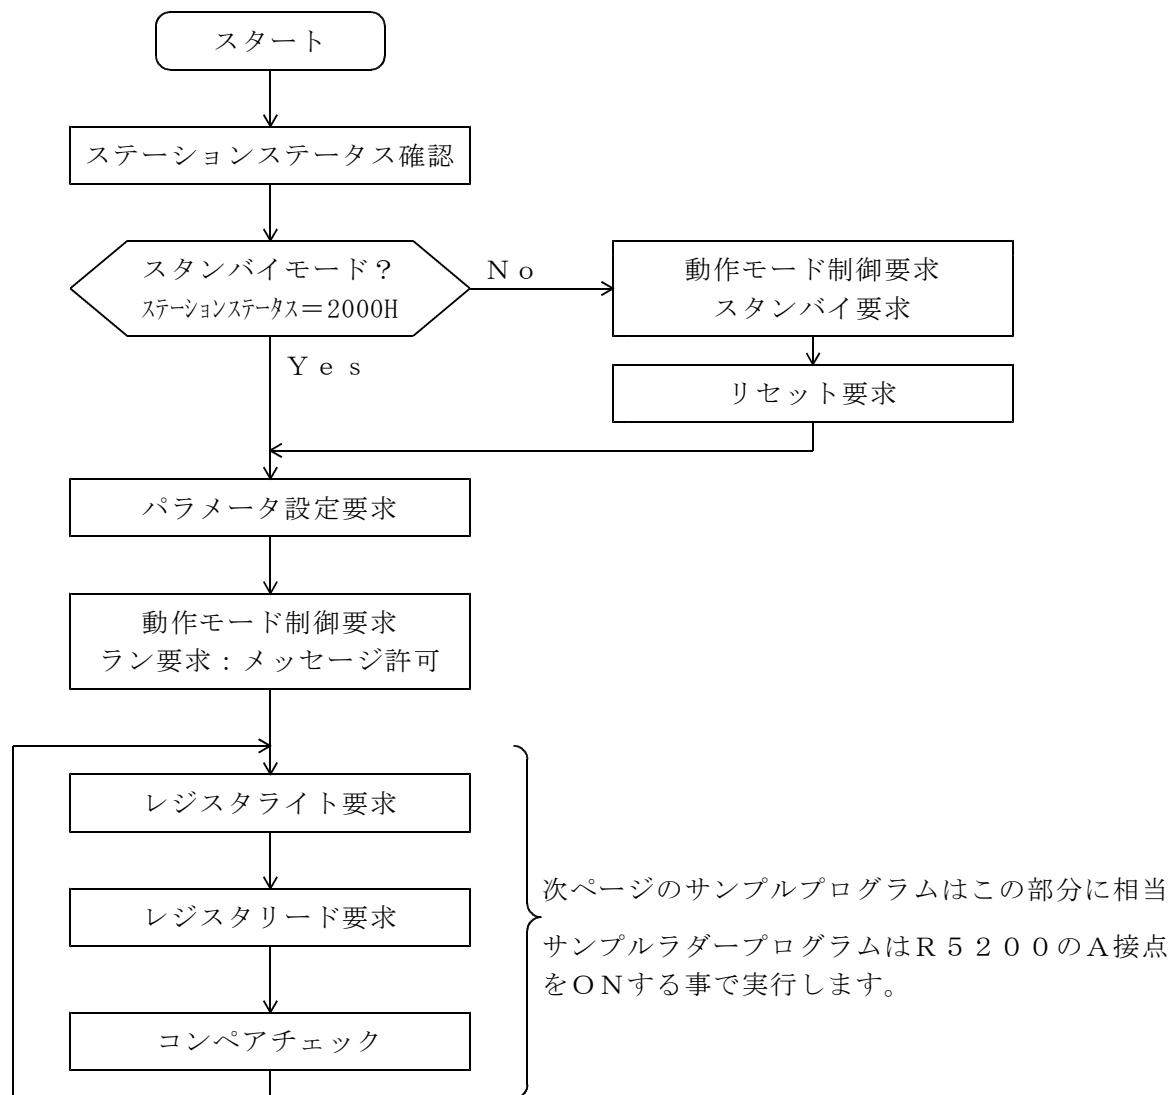

図5. 2 P Cリンク手順伝送の処理の流れ
④相手局レジスタ種別コード（図 5. 1 参照）
P Cリンク手順伝送のサンプルプログラムです。自局内でインクリメントデータを作成し、相手局のレジスタに書き込みます。次に同じ領域を読み出し、自局内データとコンペアチェックを行います。図5. 2にP Cリンク手順伝送の処理の流れを示します。